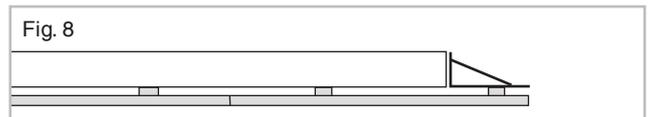

Fig. 9
- b) Montare i tre nottolini filettati sul primo modulo di cremagliera posizionandoli nella parte centrale dell'asola (fig. 9).